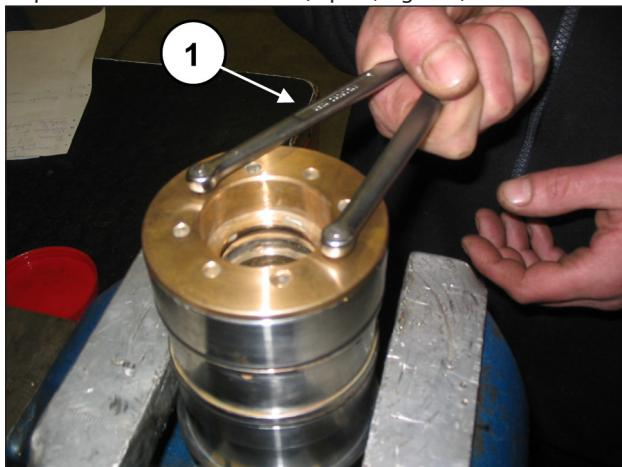

Fig. 190
Serrer à l'aide d'une clé à compas à ergots ronds Ø5, disponible dans le commerce (rep. ①, Fig. 190)